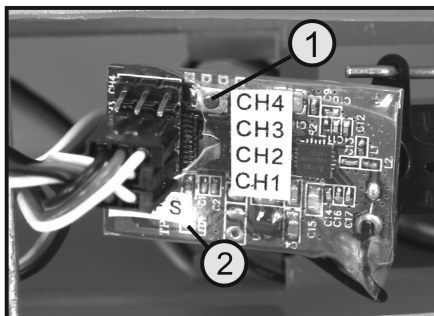

Figura 19
→ Subito dopo l'accensione, il ricevitore cerca di ricevere un segnale valido dal trasmettitore. Se il trasmettitore viene spento o non viene accoppiato al ricevitore, dopo qualche istante il LED del ricevitore si spegne (vedere figura 19, pos. 2). Se il ricevitore è stato accoppiato correttamente, il LED diventa fisso quando riceve un segnale corretto dal trasmettitore.